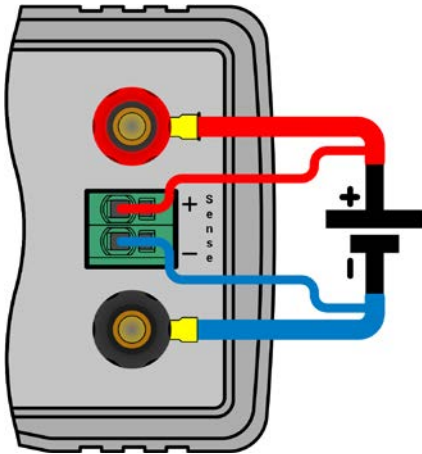

Figure 6 - Exemple de câblage de la mesure à distance
- La mesure à distance est uniquement accessible en fonctionnement à tension constante (CV) et pour les autres modes de régulation l'entrée sense doit être déconnectée, si possible, car la laisser connectée augmente généralement les oscillations.
- Le câble + sense doit être relié au + de la source et - sense au - de la source, sinon l'entrée Sense peut être endommagée. Par exemple voir *Figure 6* ci-dessous.